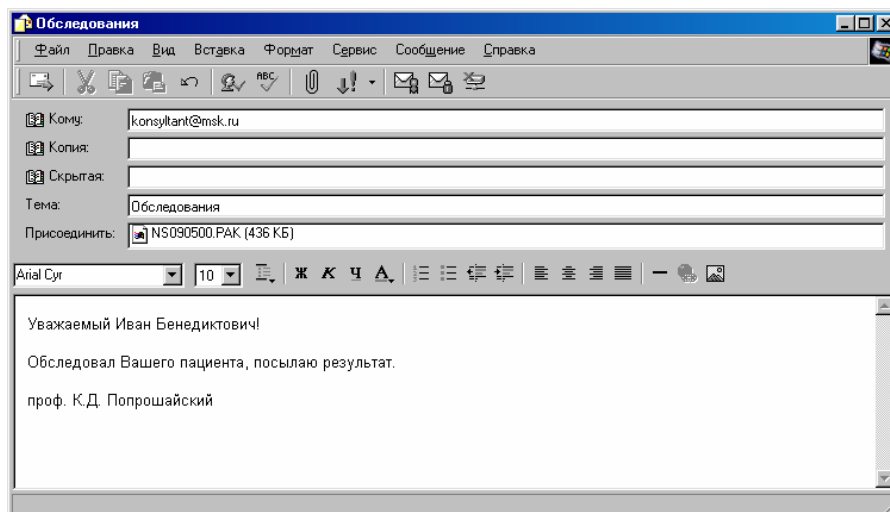

Рис. 3.69
- Нажмите кнопку  и в появившемся окне электронной почты (Рис. 3.69) наберите адрес получателя и, при необходимости, текст сообщения, после чего нажмите кнопку .